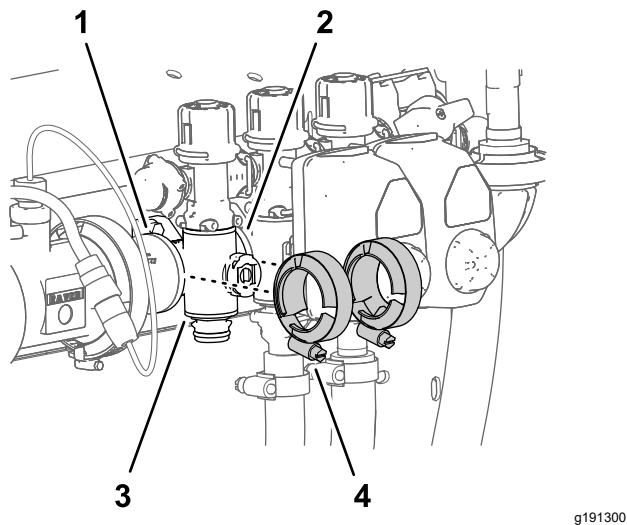

Figura 129
4. Monte provisionalmente las bridas de fijación que retiró en Retirada del distribuidor de sección \(página 89\) en las bridas del distribuidor de la válvula de sección y las bridas de las otras válvulas de sección y/o adaptadores de acoplamiento (Figura 129).
- Apriete las 2 bridas de fijación a mano (Figura 129).